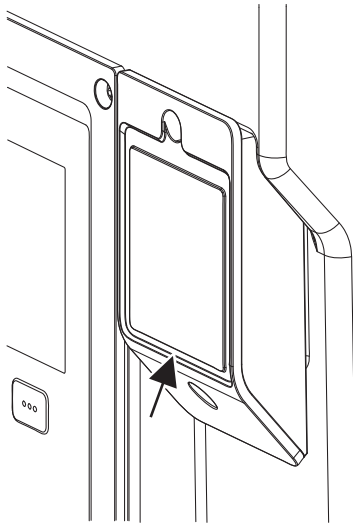

Fig. 32: Wilo-Smart Connect BT modül için kapak
1. Wilo-Smart Connect modül kapağı (Fig. 32) civatasını çözün ve kapağı açın.
Wilo-Smart Connect BT modülü, tasarımı itibarıyla yalnızca bir yönde takılabilir. Modül, kendi kendine tekrar sabitlenmez. Elektronik modülün üst kısmındaki Wilo-Smart Connect modül kapağı (Fig. 32), modülü arayüzde sıkıca tutar.